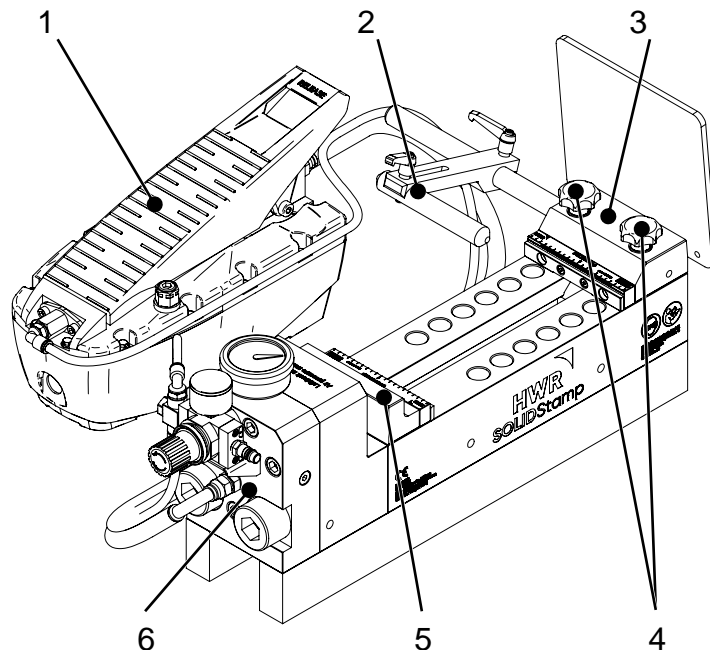

Abb. 8-1: Unterteilung der Prägestation
- Schritt 1** Suchen Sie in der Abbildung 8-1 - 8-5 das gewünschte Ersatzteil.